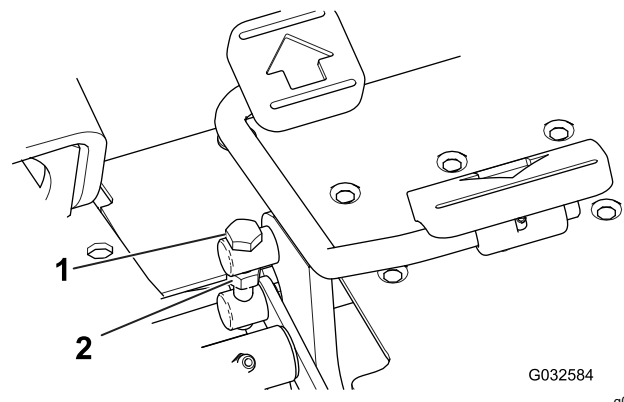

図 48
1. 走行ペダルの側面ついているトラニオンボルトのジャムナットをゆるめる図 48。